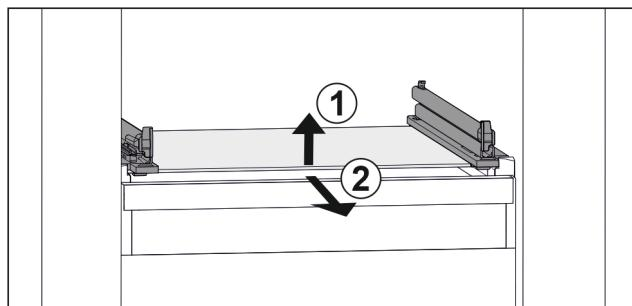

Fig. 106 Reprezentare exemplificativă a plăcii de sticlă
- Ridicați placa de sticlă din față. Fig. 106 (1)
- Extragăți placa de sticlă spre înainte. Fig. 106 (2)